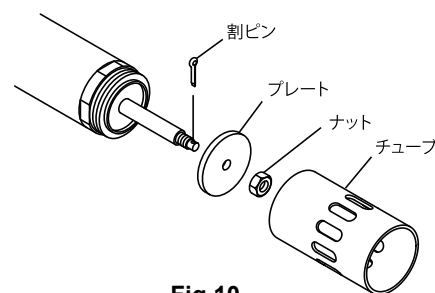

Fig.10
- 4) プレートを押めている割ピンを抜き、ナットをねじ戻しますと、プレートが取外せます。(Fig.10)